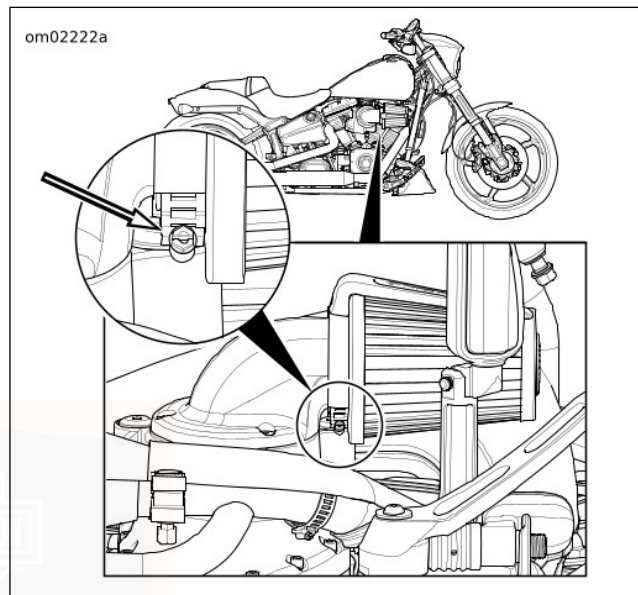

Figure 48. Collier de serrage de tuyau de filtre à air
- Voir Figure 48. Une fente dans la zone arrière du couvercle de collier permet l'accès du tournevis.